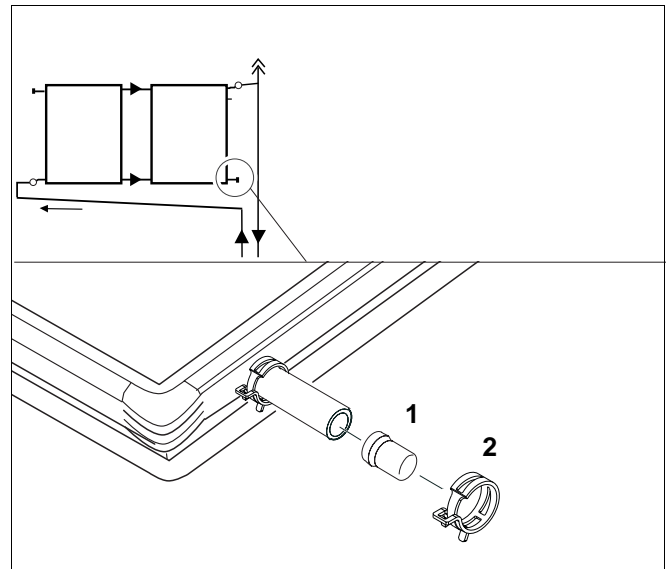

Abb. 22 Anschluss der Kollektoren (Blindstopfen)
- Hierzu den Blindstopfen (Abb. 22, Pos.1) mit der Wulst zuerst in den kurzen Solar Schlauch einstecken.
- Schieben Sie die Federbandschelle (Abb. 22, Pos.2) bis zur Wulst des Blindstopfens (Abb. 22, Pos.1). Ist der Sitz der Federbandschelle korrekt, können Sie den blauen Sicherungsring ziehen.